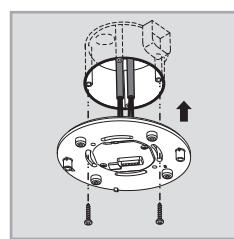

图 15
3.3.3.3 将配电盒安装到标准接线盒中，然后用两个螺钉固定（见图 15）。